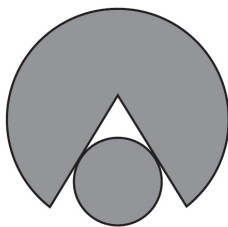

Figura 4:
2. Aumentar o tamanho de um corpo de apoio padrão, cortando o corpo de apoio em uma faixa e encaixando um corpo de apoio de diâmetro menor – uma prática conhecida como “hot-dogging” (ver Figura 4).